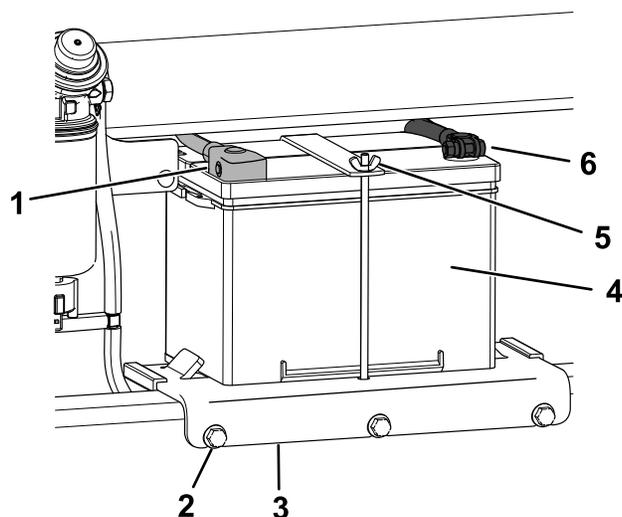

Рисунок 61
6. Отсоедините положительный (красный) кабель от штыря аккумулятора (Рисунок 61). Сохраните крепежные детали.
7. Ослабьте 3 болта крепления поддона аккумулятора и снимите поддон с аккумулятором (Рисунок 61).
4. Отсоедините отрицательный (черный) кабель от штыря аккумулятора (Рисунок 61). Сохраните крепежные детали.
- Поместите аккумулятор на поддон и закрепите его ранее снятыми гайкой-барашком и прижимным стержнем (Рисунок 61).
- Установите поддон аккумулятора на машину и закрепите его 3 болтами (Рисунок 61). Затяните болты с моментом 41 Н·м.
- Используя ранее снятые крепежные детали, подсоедините положительный (красный) кабель к положительному (+) штырю аккумулятора (Рисунок 61).
- Используя ранее снятые крепежные детали, подсоедините отрицательный (черный) кабель к отрицательному (-) штырю аккумулятора (Рисунок 61).